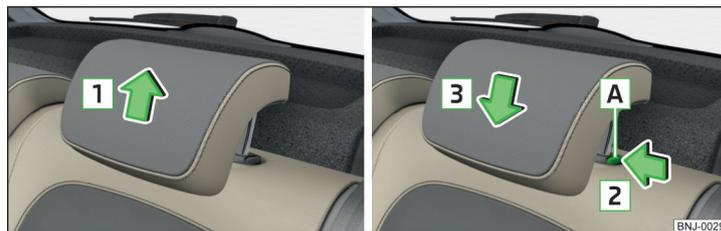

Fig. 61 Poggiatesta: spostamento verso l'alto / spostamento verso il basso
➤ Spostare il poggiatesta nel senso indicato dalla freccia **1** » fig. 61.
- Premere il tasto di sicurezza **A** e tenerlo premuto in direzione della freccia **2** » fig. 61.